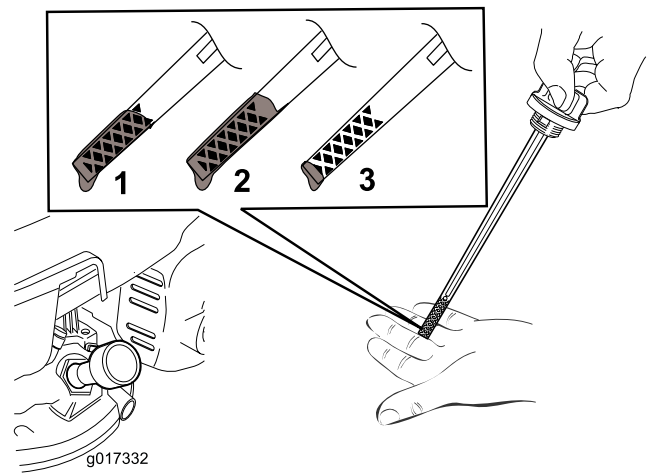

Figura 7
- Observe el nivel de aceite en la varilla (Figura 7).
- Retire la varilla girando el tapón en el sentido contrario a las agujas del reloj y tirando del mismo (Figura 7).